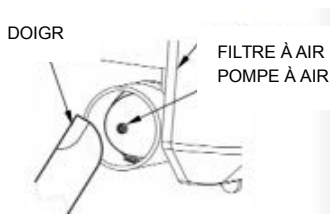

Fig. 11A
1. Pour le démarrage du moteur froid, appuyez sur la pompe à air 1 à 3 fois, Fig.11A (si le moteur n' est pas équipé d' un starter automatique)